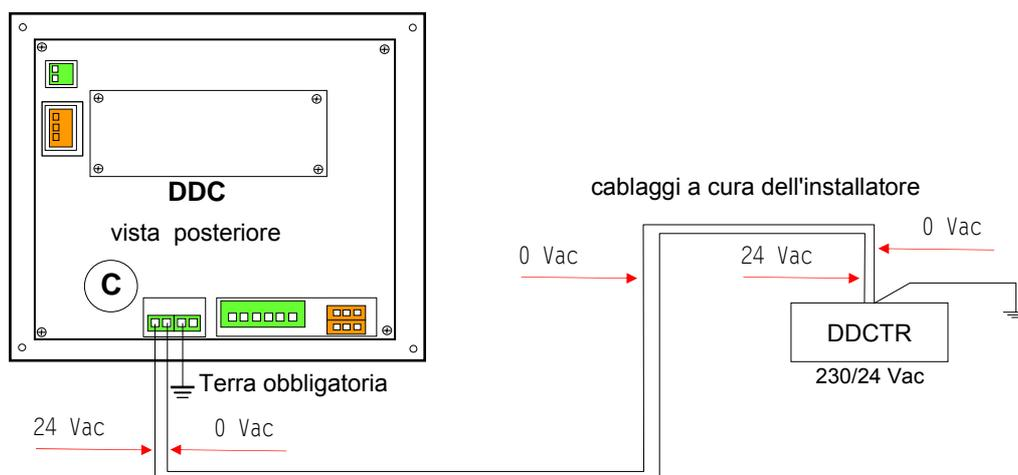

Figura 14 Alimentazione elettrica al DDC prelevata da un trasformatore esterno da predisporre a cura dell'installatore
La Tabella 7 rappresenta la legenda degli schemi di collegamento del DDC presenti nel Paragrafo, da Figura 14 a pagina 33.
LEGENDA DEGLI SCHEMI DI COLLEGAMENTO DEL DDC (da Figura 14 a pagina 33)
Il DDC necessita di un'alimentazione a bassa tensione (24 V) con trasformatore di sicurezza 230/24 Vac, 50/60 Hz; la potenza minima necessaria è di 20 VA. Il trasformatore deve essere inserito in apposito quadro esterno da predisporre a cura dell'installatore (vedere Figura 14). Per il collegamento usare un cavo di caratteristiche minime 2 x 0,75 mm².
3. Far passare il cavo di alimentazione (lato DDC) attraverso l'apposita apertura nel coperchio del DDC ed effettuare il collegamento come illustrato in Figura 14, rispettando la polarità: